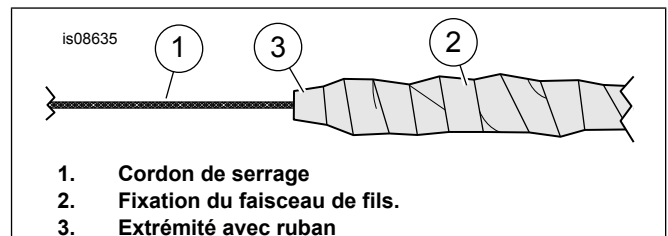

Figure 2. Cordon de serrage et fixation du faisceau.
- Voir Figure 2 . Faire passer un cordon (1) adapté par le guidon. Attacher le cordon au faisceau de fils. Enrouler du ruban (2) autour du faisceau et des broches. Le ruban doit former un cône (3) et être suffisamment flexible pour pouvoir passer par le guidon.